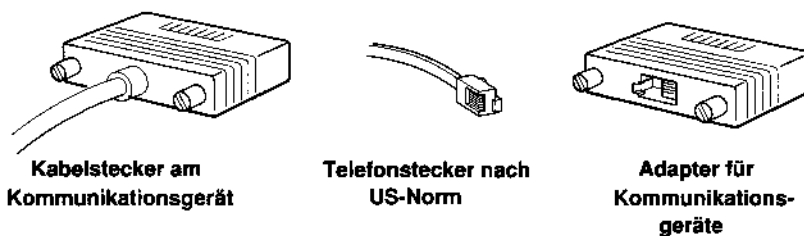

Abbildung 7-2. Gerätestecker und Adapter
4. Nehmen Sie den Adapter zur Hand, den Sie mit dem Gerät erhalten haben (siehe Abbildung 7-2).